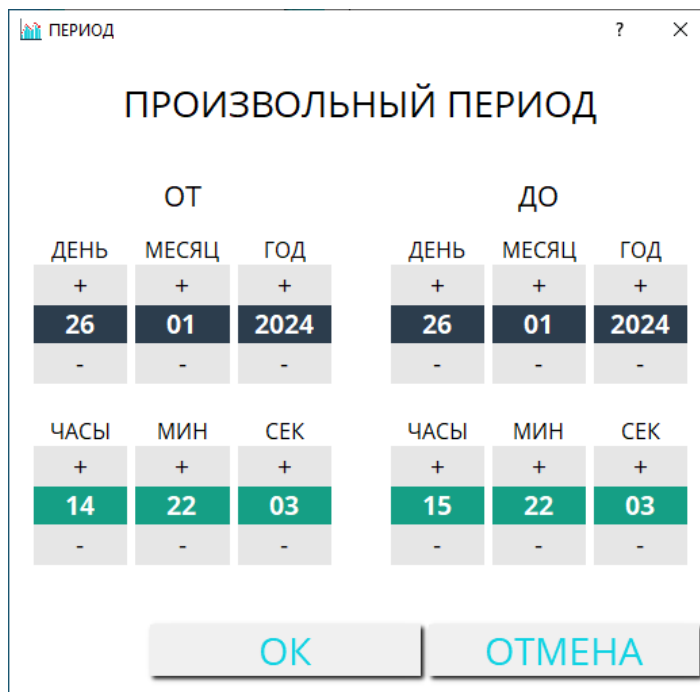

Рисунок 2.56 – Выбор произвольного периода
2.4.2.2 «ПЕРИОД». В данной настройке можно задать произвольный период времени, за который необходимо вывести график записанного сигнала (рис. 2.56). Максимальный период 1 год.